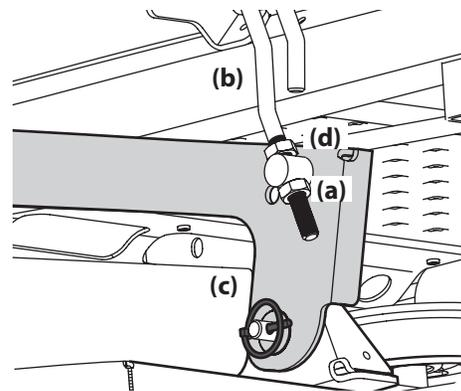

Figura 4-8
3. Afloje la contratuerca inferior (a) del brazo de elevación ajustable (b) que está conectado al brazo de elevación de la plataforma (c) a fin de bajar la plataforma y ajuste la contratuerca superior (d) para sujetar la plataforma en su lugar, afloje la contratuerca superior (d), luego ajuste la contratuerca inferior (a) para elevar la plataforma y sujetarla en su lugar. Vea la Figura 4-8.